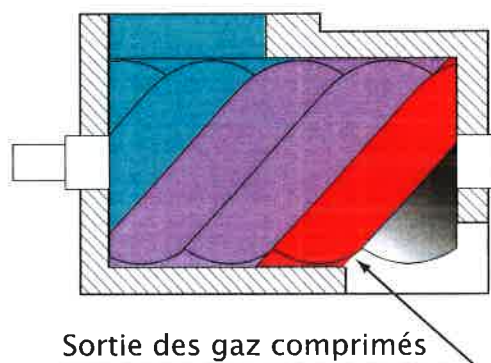

Figure 1.
- ⇒ sur la figure 1, l'orifice est placé à gauche, ce qui libère plus rapidement les gaz refoulés limitant ainsi la pression. Cet emplacement convient pour un équipement de climatisation dont le taux de compression est faible.
Le compresseur est équipé d'un tiroir coulissant sous les vis qui, lors de son déplacement, met en communication les vis et l'aspiration du compresseur. Sur la figure 1, le tiroir est déplacé sur la droite diminuant la quantité de gaz qui sera comprimée.